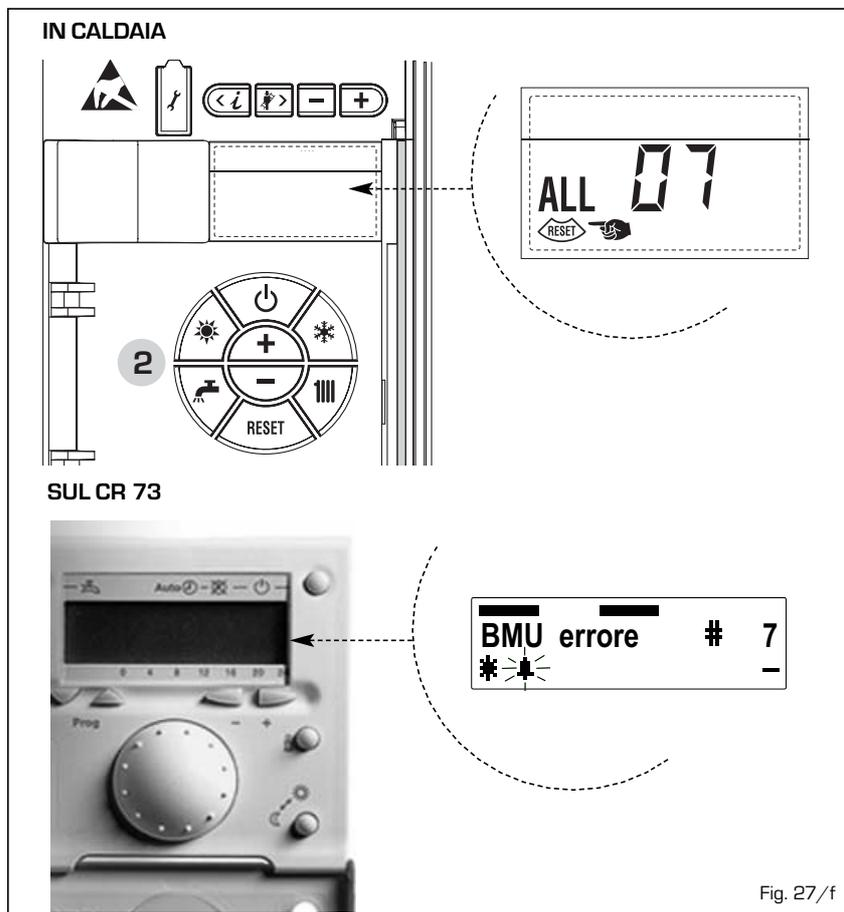

Fig. 27/f
- **ANOMALIA FIAMMA PARASSITA "ALL 08 - # 8" (fig. 27/g)**